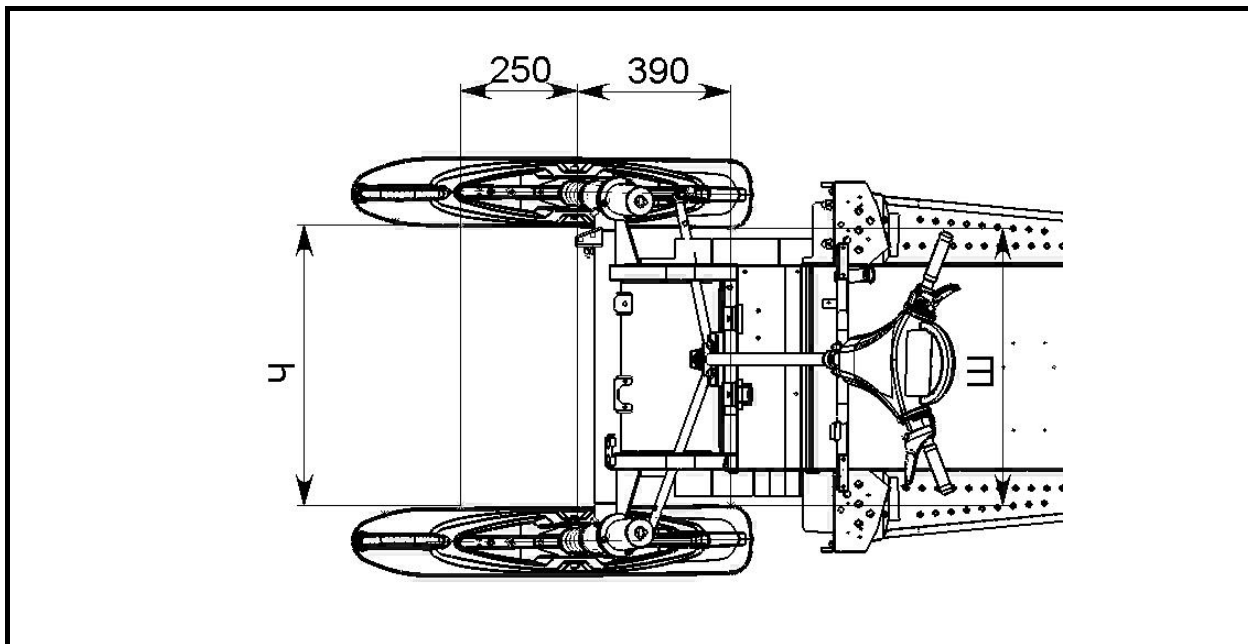

Рисунок 27 – Регулировка схождения лыж
- вращением рулевых тяг добейтесь, чтобы при положении лыж "прямо–вперед" расстояние Ч (рисунок 27) между передними частями лыж было больше на 10 мм, чем расстояние Ш между задними частями лыж (Ч-Ш=10 мм);